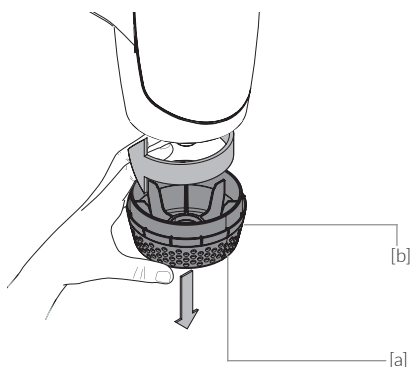

Abb. 8.5
- / Abb. 8.5: Abdeckung [a] in Pfeilrichtung drehen, komplett lösen und zusammen mit dem Monatsring [b] entfernen
- / zur Druckentlastung gemäß Kapitel 8.3, Abb. 8.5 die Abdeckung [d] um 90° in Pfeilrichtung drehen